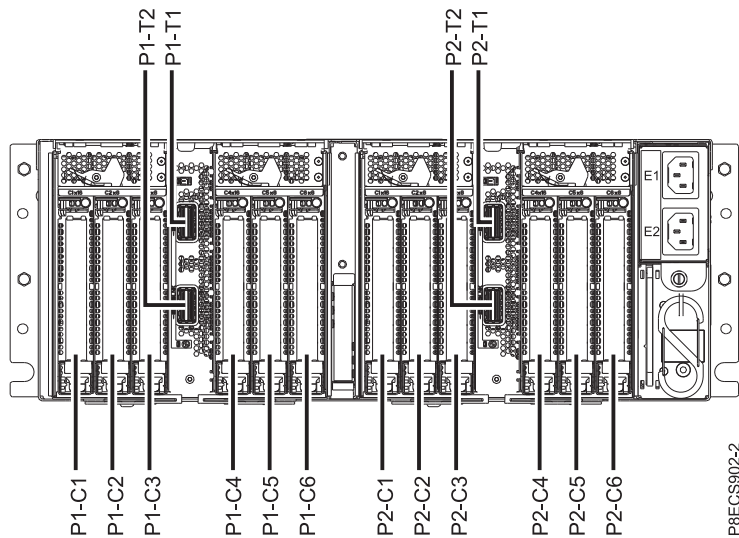

Figura 45. Ubicaciones de las ranuras de adaptador PCIe en el cajón de expansión PCIe3
4. Determine la ranura en la que desee instalar un adaptador PCIe. Consulte Reglas de ubicación del adaptador PCIe y prioridades de las ranuras para el cajón de expansión de E/S Gen3 PCIe. Las ranuras de adaptador PCIe se encuentran en la bahía del módulo de E/S instalada en la parte posterior del cajón de expansión PCIe3. Figura 45 en la página 43 muestra los códigos de ubicación del adaptador PCIe.